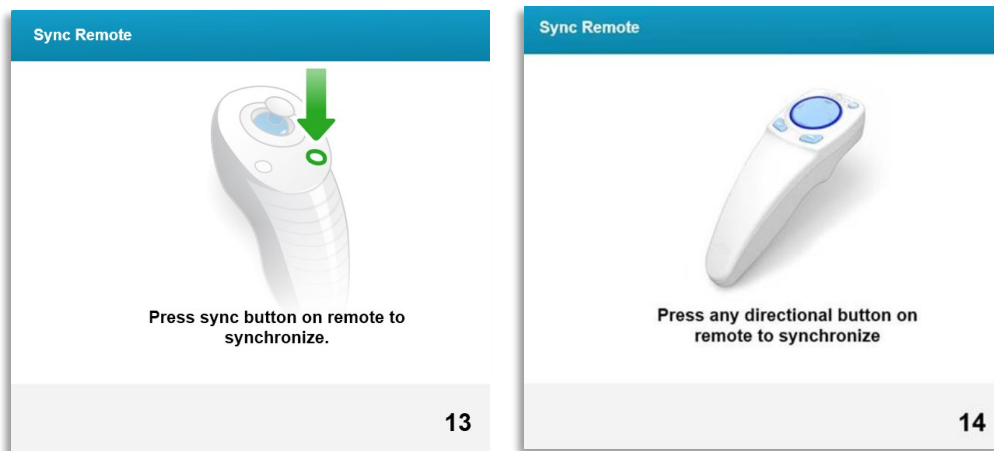

Figura 3-16. Sincronizar Controlo remoto
- o Se o utilizador tem o cartão de tratamento inserido enquanto programa os parâmetros de tratamento que estão fora do(s) valor(es) permissível(is) controlados pelo cartão RFID, irá aparecer a seguinte mensagem e a opção “Realizar tratamento” não poderá ser selecionada como mostrada na figura 3-16.
- o A mensagem Sincronizar controlo remoto de alinhamento estará visível no ecrã durante 15 segundos como mostrado na figura 3-16.